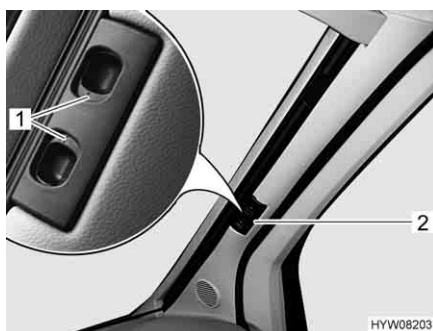

Fig. 91 Dispositif occultant plissé pour le pare-brise
- Presser les poignées de déverrouillage (Fig. 91,1) et les maintenir pressées.
- Tirer le dispositif occultant plissé pour le pare-brise par la poignée (Fig. 91,2) vers le centre de la fenêtre.
- Pousser les deux moitiés du dispositif occultant plissé pour le pare-brise par la poignée (Fig. 91,2) à fond vers l'extérieur. Soulever la poignée à la hauteur de l'évidement de verrouillage.
- Lâcher les poignées de déverrouillage (Fig. 91,1) et les faire s'enclencher.